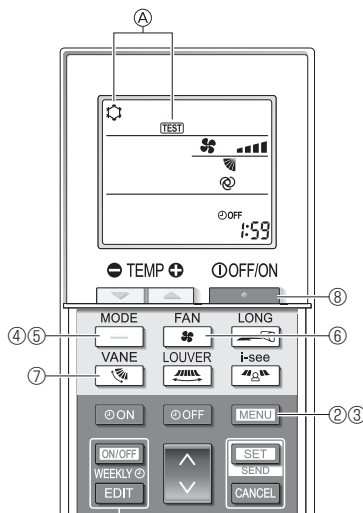

Fig. 7-5
- ① Mindestens 12 Stunden vor dem Testlauf den Netzstrom einschalten.
- ② Drücken Sie Taste **MENU** 5 Sekunden lang. (Fig. 7-5)
Es werden **TEST** und die aktuelle Betriebsart angezeigt. (Fig. 7-5)